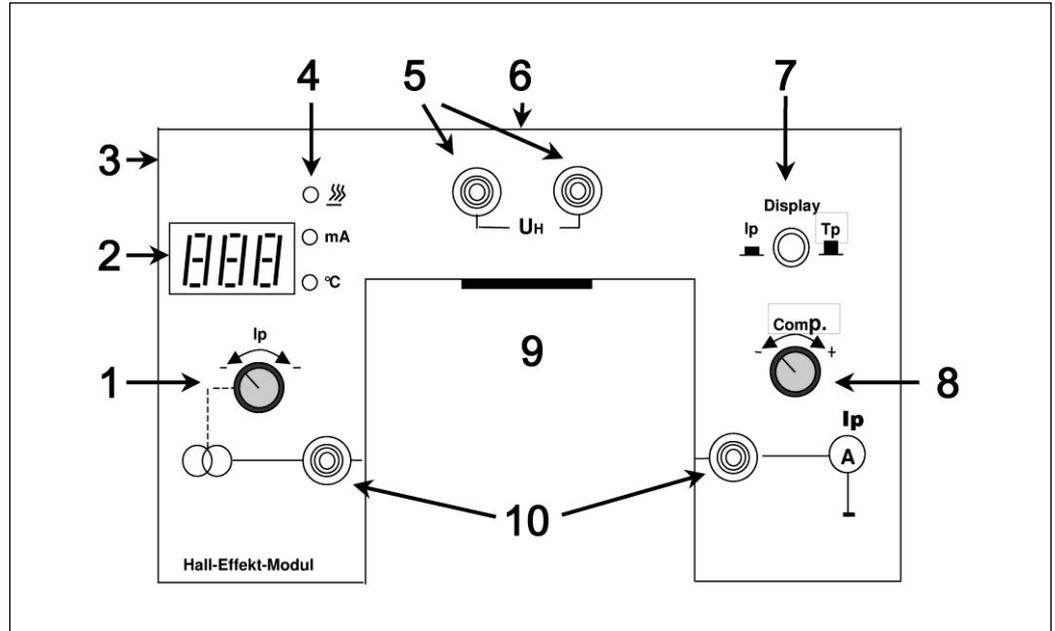

Abb. 1: Vorderseitenansicht des Hall-Effekt-Moduls mit den verschiedenen Bedienelementen und Anzeigen.
3.1 Funktions- und Bedienelemente (Abb. 1 und 2)